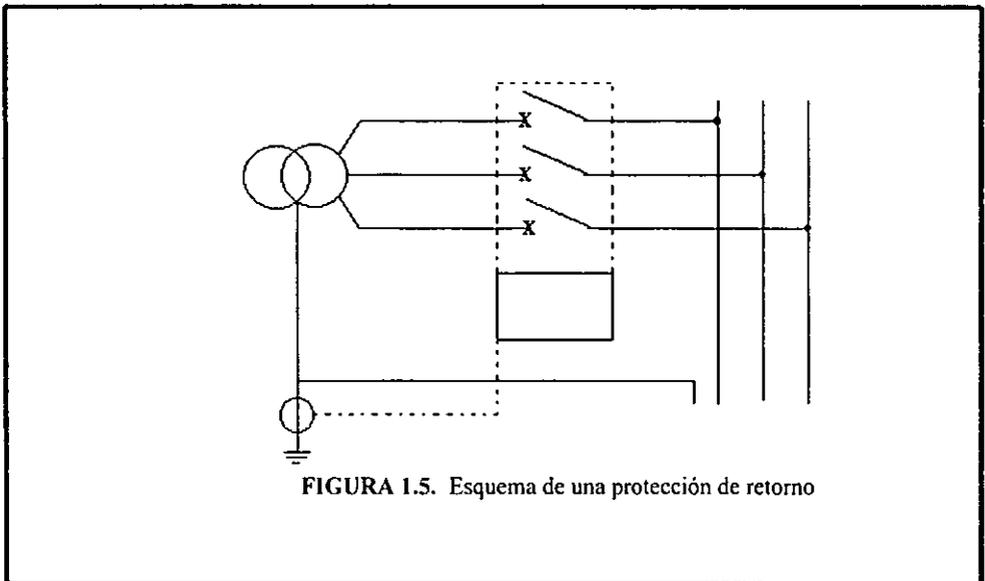

FIGURA 1.5. Esquema de una protección de retorno
b.- **Corriente de retorno.-** Se coloca un único toroide en el conductor del electrodo de puesta a tierra del transformador. El secundario de ese Transformador de Corriente (TC) se conecta al relé de protección contra falla a tierra; la figura 1.5. muestra esta protección. En los Estados Unidos se conoce esta protección como “Source Ground Return”.